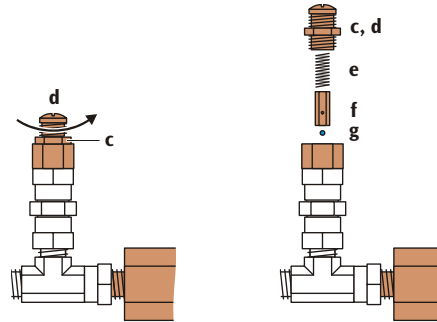

Fig. 7: Desmontaje de la válvula de seguridad. (c) Tuerca de fijación, (d) Tapa de válvula, (e) Muelle de presión, (f) Pistón hexagonal, (g) Bola de acero
- Se afloja la tuerca de fijación (DN 14) de la válvula de seguridad y se saca la tapa de la válvula con un destornillador (Fig. 7).